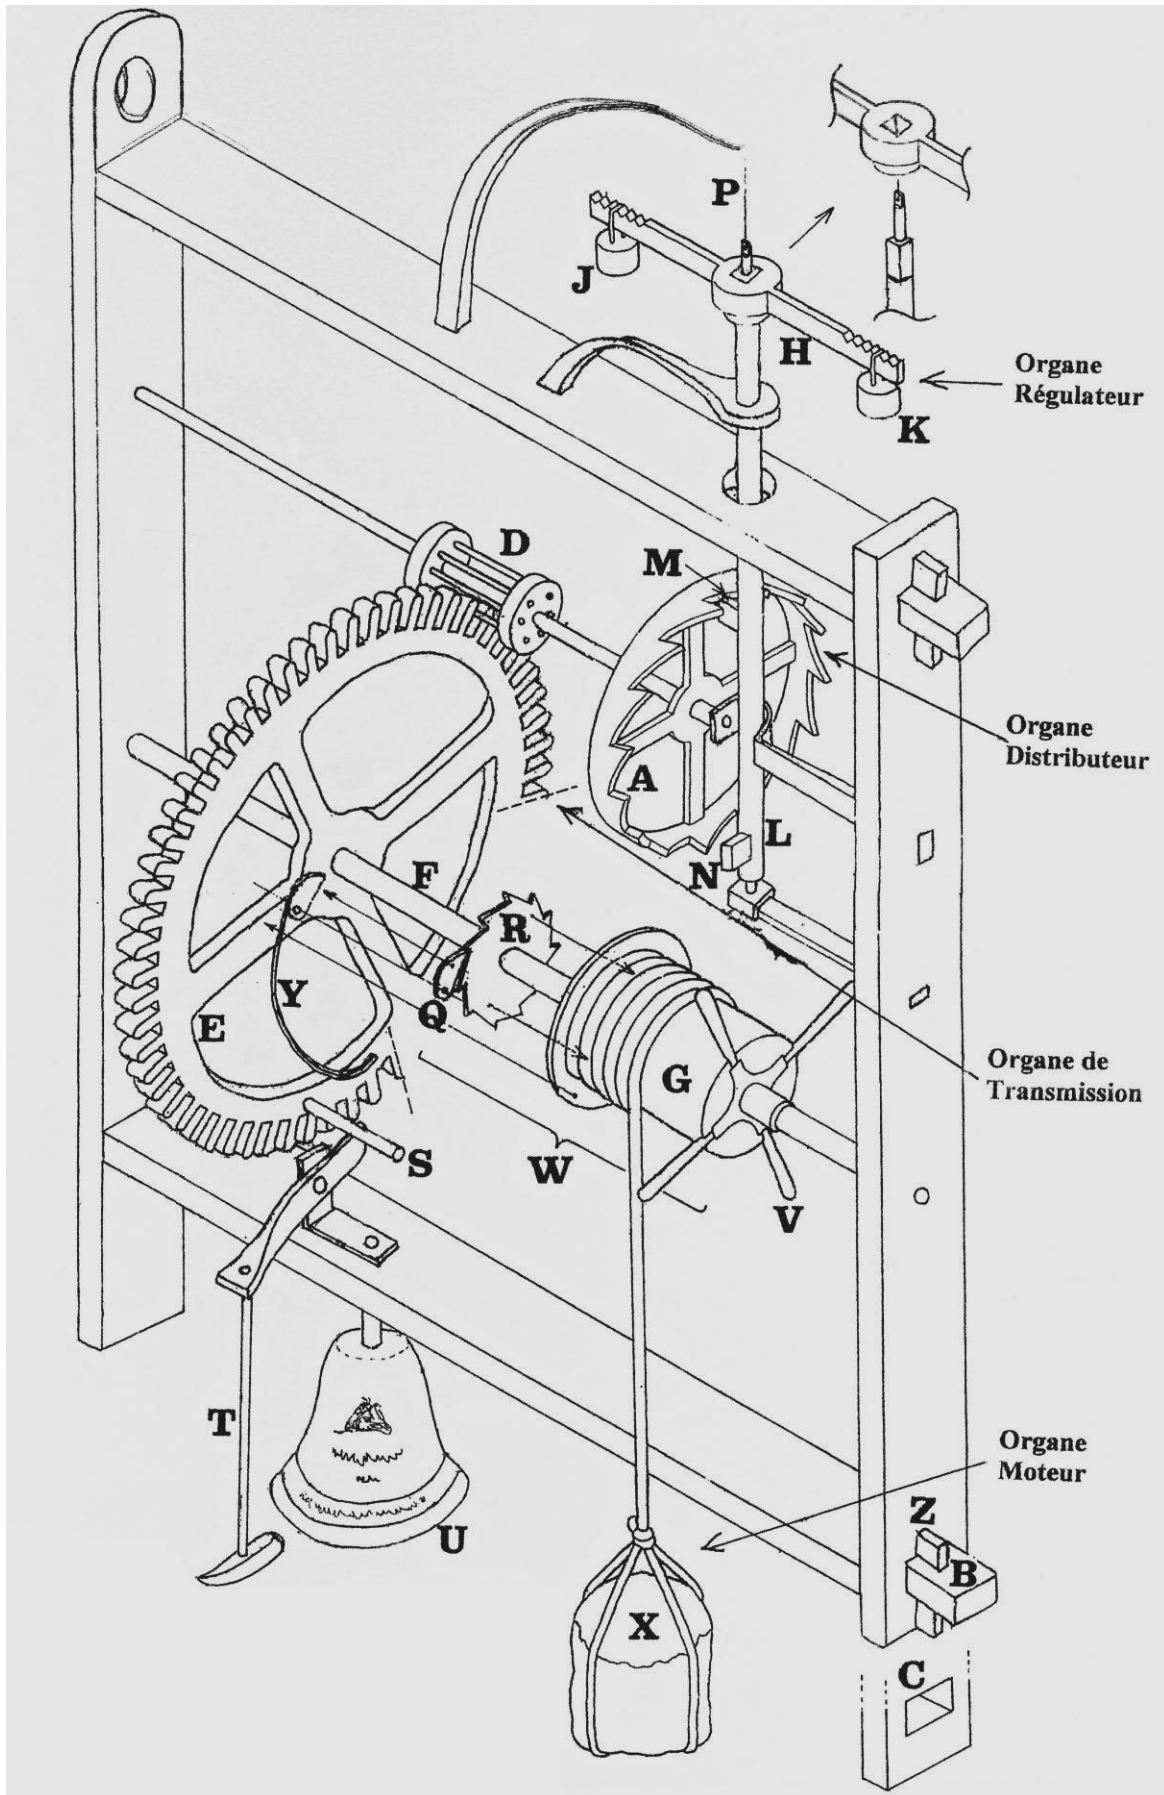

Figure 1 : schéma vraisemblable d'une horloge des XIIIe et XIVe siècles à deux engrenages (© ACW / J. Renders)
Les premières horloges monumentales (XIIIe siècle) ne possédaient ni cadran ni aiguilles. L'indication de l'heure se résumait à un tintement de cloche toutes les heures. Comme l'indique la Figure 1 ci-après, ces horloges étaient montées dans un châssis vertical, suspendu et démontable à l'avant par un système de tenons, mortaises et clavettes sans vis ni écrous (voir B, C, Z dans le schéma). Elles ne contenaient que deux engrenages : le pignon D, et l'engrenage E. L'ensemble du mécanisme était entraîné par un poids moteur (X) suspendu au tambour (G) qui, en tournant, transmettait son mouvement à l'engrenage précité (E) et à l'échappement (A). Le tintement de la cloche (via les éléments S, T, U du schéma) ne permettait pas de distinguer les heures (10h et 11h étant, par exemple, annoncés de la même manière ...).
Il est fondamental de contrôler la vitesse de l'horloge de manière à faire tourner son axe des minutes (F de la Figure 1) à la vitesse d'un tour par heure et à enclencher la sonnerie au bon moment, permettant au marteau de faire sonner une cloche : une fois par heure dans le cas de l'horloge de la Figure 1, un nombre variable de fois (heure ou demi-heure) dans le cas de celle de la Figure 3.
Le premier de ces trains, celui du « mouvement » (B de la Figure 3 et l'ensemble des éléments en Figures 1 et 4), est le plus important car il est à la base du fonctionnement de l'horloge : il commande en effet le décompte des heures et le déclenchement de la ou des sonneries.
L'ensemble se compose d'un axe (F des Figures 1 et 4) faisant un tour en une heure. Sur cet axe est fixé l'engrenage moteur (E) portant sur un de ses rayons un cliquet mobile (Q), repoussé vers l'axe par une lame de ressort (Y). Cet axe supporte également un tambour en bois (G) sur lequel est enroulée la corde supportant le poids moteur (X). Un cabestan (V), fixé à l'une des extrémités de ce tambour, permet de le faire tourner à l'envers lors du remontage du poids moteur. L'autre extrémité de ce tambour est munie d'une roue à rochet (R), dont la rotation entraîne le cliquet mobile précité, actionnant ainsi l'engrenage E.
Pour les horloges ne fonctionnant qu'un jour entre deux remontages du poids moteur (c'est le cas de celle de la Figure 1), l'organe de transmission se compose d'un engrenage appelé « moyenne » (E) et d'un pignon (D).
Les pignons des anciennes horloges se présentaient souvent sous la forme d'une cage ou d'une lanterne ancienne (voir Figures 1, 3 et 4).
Depuis 700 ans, il a fait l'objet de bien des recherches et a évolué de l'échappement à foliot (présent dans les figures Figures 1, 4 et 5) vers des systèmes plus complexes tels l'échappement à ancre (voir Figure 6), à recul, à chevilles, à gravité, etc.
Dans le cas de l'échappement à foliot (Figures 1, 4 et 5), l'organe distributeur se compose principalement de la roue d'échappement, appelée également roue de rencontre (A) qui transmet son mouvement à la verge (L) munie de deux palettes (M et N) repoussées alternativement. Toutes les horloges construites avant le XVIIe siècle ont possédé ce type « d'échappement mécanique ».
Dans les horloges monumentales anciennes, il est constitué d'un élément appelé foliot (ensemble L, H, J, K des Figures 1, 4 et 5).
Ces réglages permettent de calibrer « exactement » à 1 heure le temps de rotation de la « grande moyenne » (E) (figures 1 et 4) et de l'aiguille des minutes de l'horloge lorsqu'elle possède un cadran (non visible en Figure 3), ce qui est le but ultime de l'horloge mécanique.